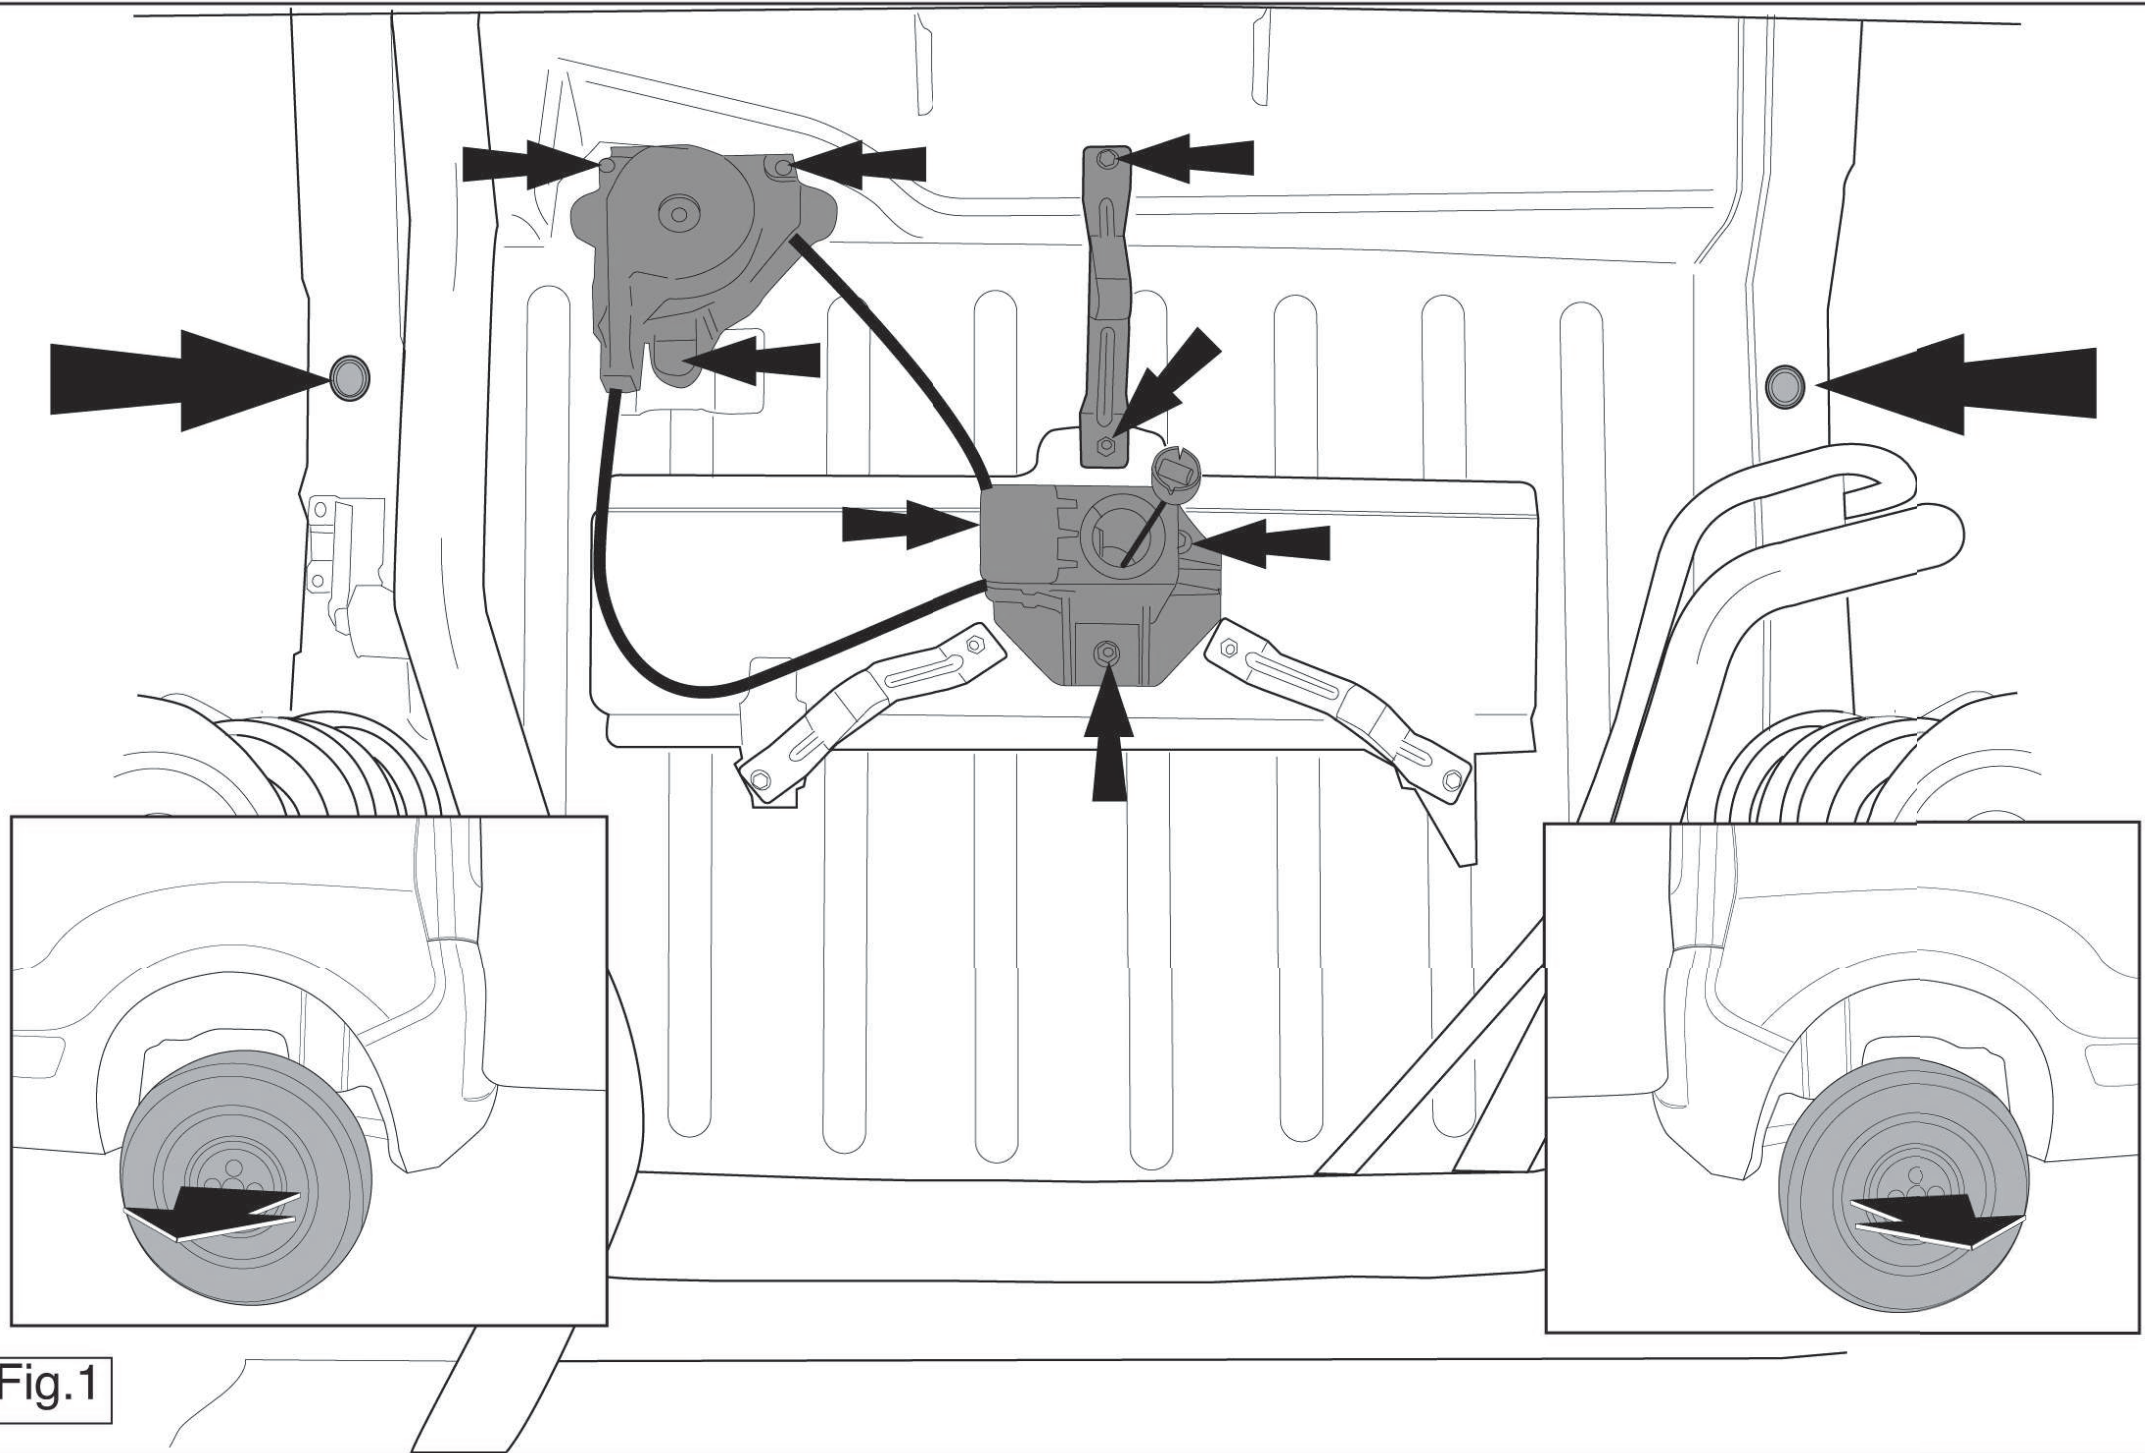

Fig.1
2. Démonter les pièces indiquées sur la figure 1.
3. Enlever les bouchons en caoutchouc à l'emplacement des points indiqués (voir la fig.1).